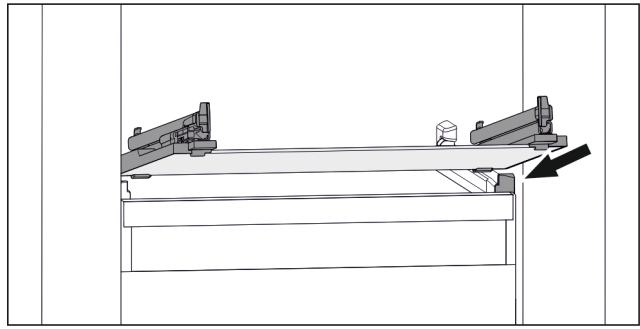

Fig. 79 Приблизне відображення скляної пластини
- ▶ Встановити скляну пластину за стопорами навкосо. (див. Fig. 79)